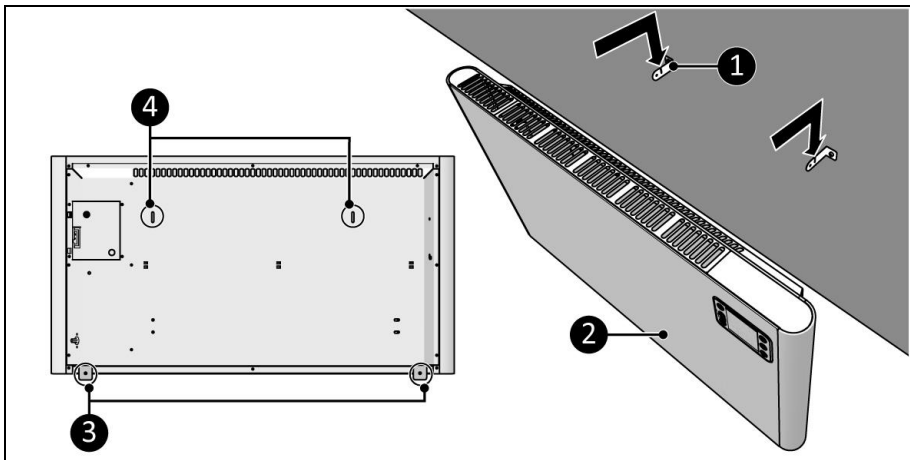

Figure 12
9. Placez les trous des supports (Figure 12, pos. 4) sur les supports muraux (Figure 12, pos. 1).
10. Laissez l'appareil (Figure 12, pos. 2) tomber dans les ouvertures des supports muraux (Figure 12, pos. 1).
11. Utilisez les supports de l'appareil (Figure 12, pos. 3) pour marquer la position du trou inférieur sur le mur.
12. Retirez l'appareil des supports muraux (Figure 12, pos. 1).
14. Replacez l'appareil (Figure 12, pos. 2) sur les supports muraux (Figure 12, pos. 1).